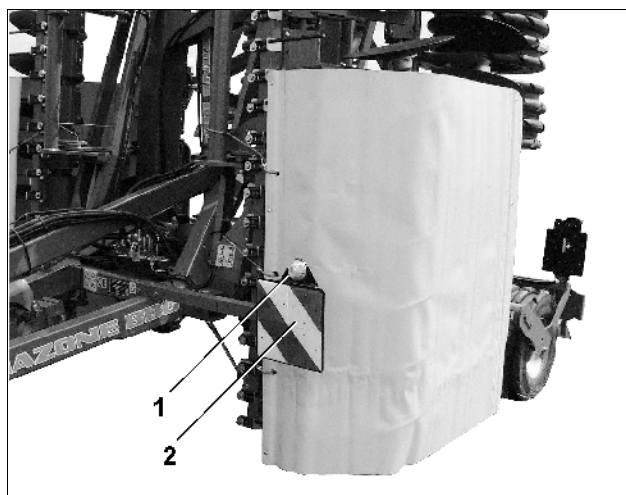

Fig. 20
- to parkeringslys som lyser framover (Fig. 20/1)
- to varselskilt som er rettet framover (Fig. 20/2)
- gule reflekser på siden (Fig. 20/3)